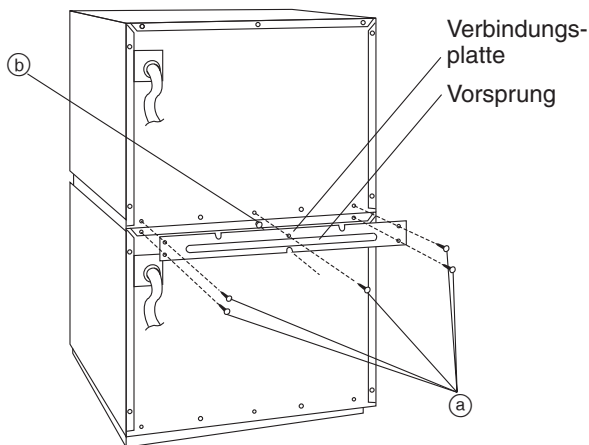

Abb. 1
1. Stapeln Sie die Geräte und entfernen Sie die fünf Schrauben (a), wie in Abb. 1 gezeigt.